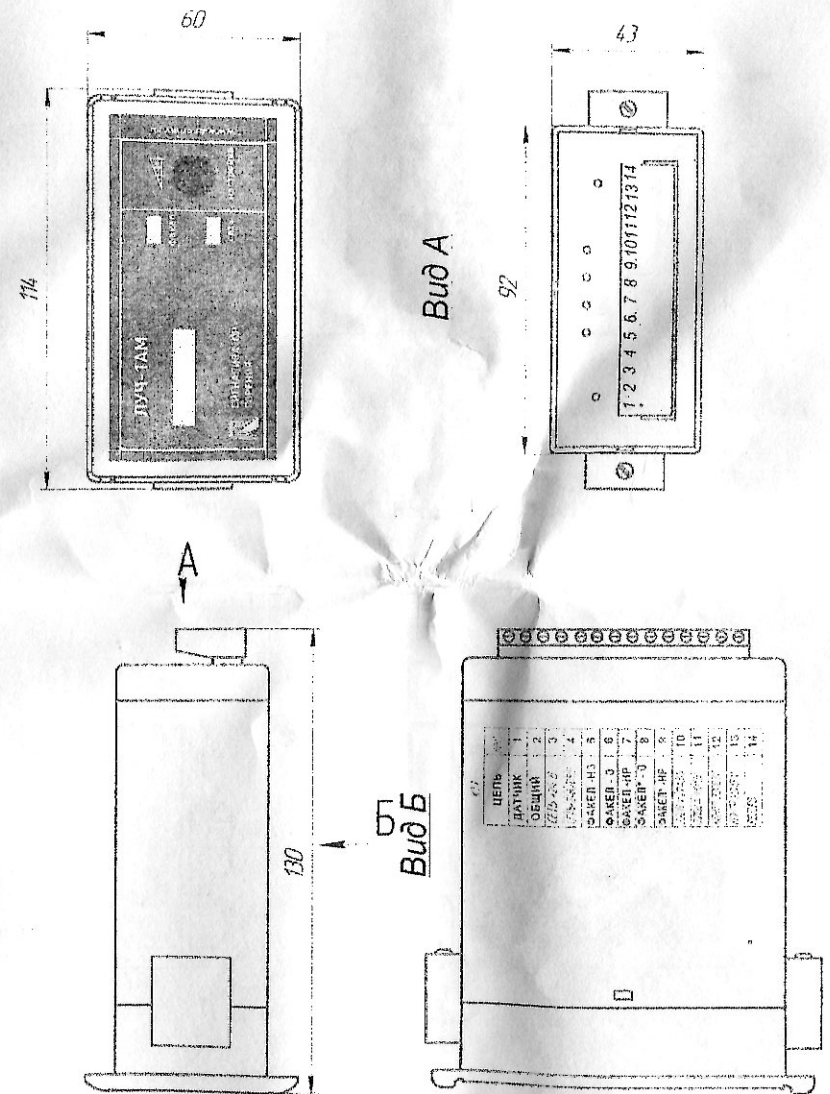

Рис.1.3 Сигнализатор ЛУЧ-1АМ исп. 021
- Рис. 1.3. Сигнализатор ЛУЧ-1АМ исп. 021. Габаритный чертеж.